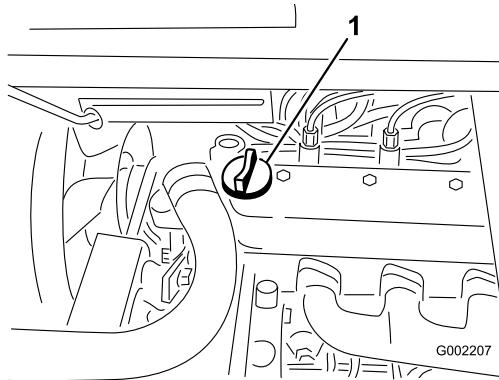

Figura 40
- Si el nivel de aceite es bajo, retire el tapón de llenado de la cubierta de la válvula (Figura 40) y vierta aceite por el orificio hasta que el nivel llegue a la marca Lleno de la varilla; consulte el tipo y la viscosidad correctos en la sección Mantenimiento del aceite del motor. Añada el aceite lentamente y compruebe el nivel a menudo durante este proceso. No llene demasiado.